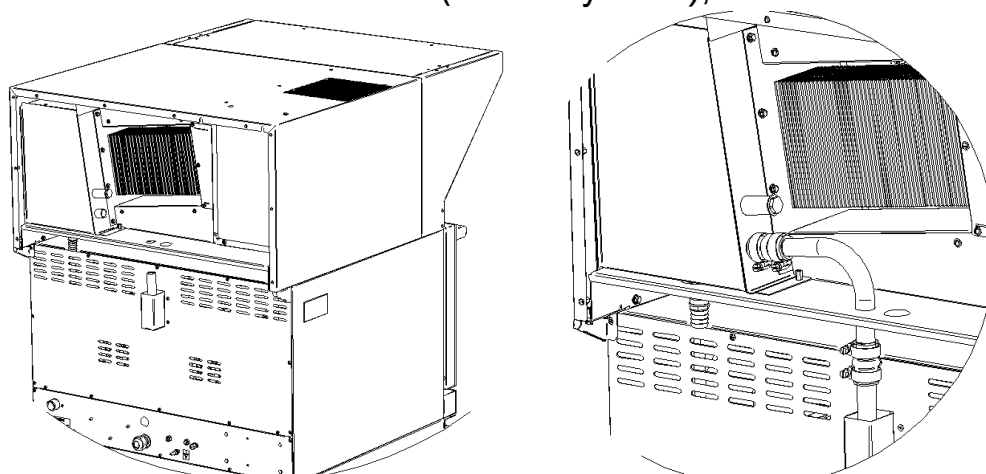

Рисунок 7
10. Установить зонт на конвекционную печь: необходимо совместить трубку камеры конвекционной печи с нижней трубой, выходящей из пароконденсатора зонта, установив между ними соединитель ЗВВ-4-6/4П.03.00.006 с двумя патрубками ПКА6-11ПМ.1626.00.03.003 и стянуть хомутами 20-32 KOVOPOЛ из комплекта (см. Рисунок 7);